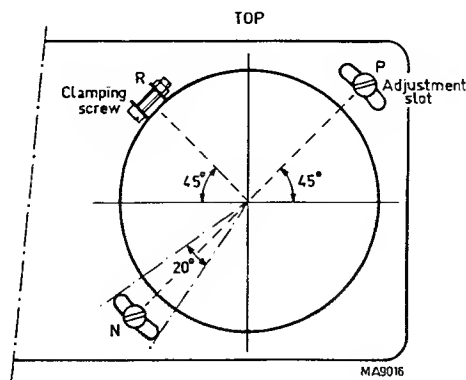

Abb. 2.10. Einstellung der Elektronenstrahlröhre
- Schrauben N und P hinter der Frontplatte lösen (siehe Abb. 2.10.).
- Klemmschraube R des Spannbandes der Röhre lockern (Abb. 2.10.).